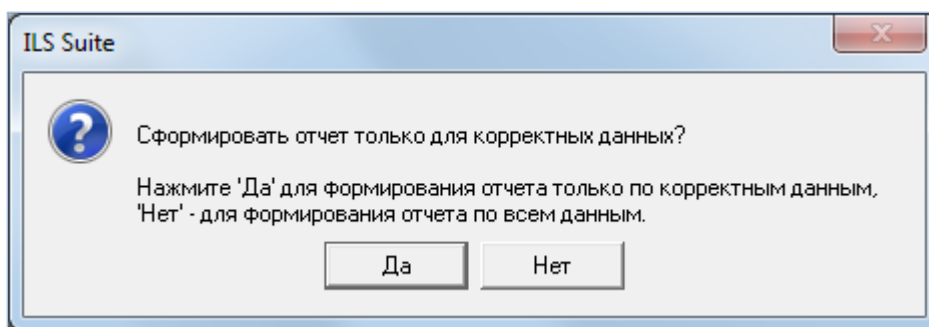

Рис. 26-81 – Диалоговое окно
5) Отображается диалоговое окно для выбора типа данных, корректных или всего объема данных, используемых при формировании отчета. Нажать кнопку «Да» для выбора корректных данных для отчета (рис. 26-81).